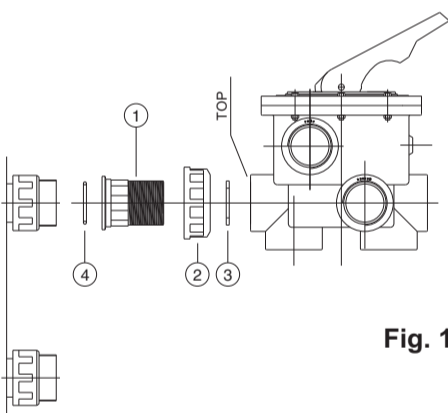

Fig. 1
- Line up the marks on the top and valve body and replace the top (see figure 1).
1. Visser le manchon (1) sur la vanne multivoie à la sortie qui indique TOP, en plaçant le joint plat (3) et l'écrou (2) selon figure 1. Serrer le manchon (1) fermement pour assurer une parfaite étanchéité.